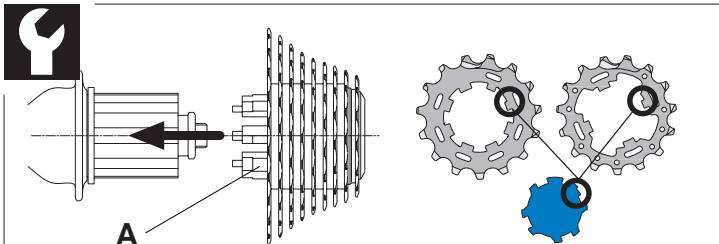
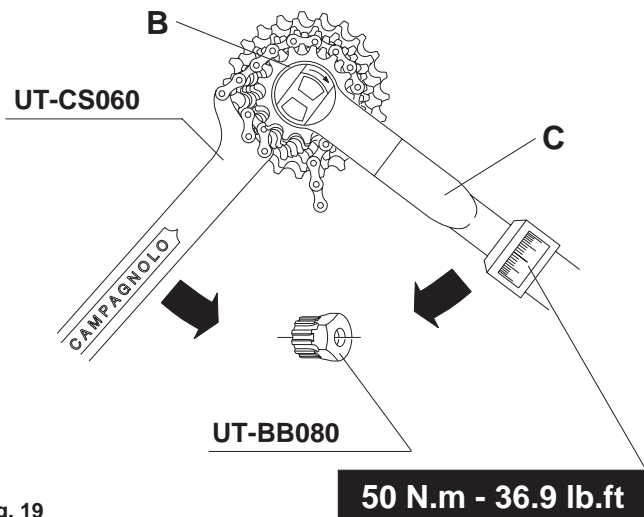

Fig. 18
Fig. 19
- I pignoni sono preassemblati e fasati sul supporto (A - Fig. 18).
- Inserite il supporto sul fianco del corpetto ruota libera, allineate i profili scanalati, spingete i pignoni sul corpetto RL ed estraete il supporto (A) dal mozzo.
- Serrate la ghiera (B) (fornita in dotazione con il mozzo) sul corpo ruota libera a 50 N.m. con l'utensile (cod. Campagnolo UT-BB080) utilizzando la chiave dinamometrica (C) e tenendo i pignoni bloccati con la frusta (UT-CS060) (Fig. 19).
- The sprockets are pre-assembled and timed on the support (A - Fig. 18).
- Insert the support on the side of the freewheel body, align the spline patterns, press the sprockets onto the freewheel and extract the support (A) from the hub.
- Tighten the lock ring (B) supplied with the hub to 50 Nm. with the tool (Campagnolo UT-BB080) using the torque wrench (C), while holding the sprockets with a chain whip (UT-CS060) (Fig. 19).
- Die Ritzel sind auf der Plastikhalterung (A - Abb. 18) zu einer Einheit zusammengefaßt und bereits in der richtigen Phasenstellung aufgesteckt.
- Die Halterung seitlich auf den Freilaufkörper setzen, die Aufsteckprofile ausrichten, die Ritzel auf den Freilaufkörper schieben und die Halterung (A) aus der Nabe ziehen.
- Den Schließring (B) (wird mit der Nabe mitgeliefert) mit dem Campagnolo Werkzeug (Art. N. UT-BB080) und dem Drehmomentschlüssel mit 50 N.m. anziehen und dabei die Ritzel mit dem Kettengegenhalter (UT-CS060) (Abb. 19) festhalten.
- Les pignons sont préassemblés et réglés sur le support (A - Fig. 18).
- Introduisez le support sur le côté du corps RL, alignez les profils rainurés, poussez les pignons sur la roue libre et retirez le support (A) du moyeu.
- Serrez la bague (B) fournie avec le moyeu sur le corps roue libre à 50 N.m. avec l'outil (code Campagnolo UT-BB080) en utilisant la clé dynamométrique (C) en tenant les pignons bloqués avec la clé à fouet (UT-CS060) (Fig. 19).
- Los piñones vienen preensamblados y fasados en el soporte (A - Fig. 18).
- Montar el soporte en el costado del cuerpo RL, alinear los perfiles ranurados, empujar los piñones en la rueda libre y extraer el soporte (A) del buje.
- Apretar la virola (B) (suministrada en dotación con el buje) en el cuerpo rueda libre a 50 N.m con la herramienta (cod. Campagnolo UT-BB080) utilizando una llave dinamométrica (C) y manteniendo bloqueado el piñón con la apósitá herramienta (UT-CS060) (Fig. 19).
- De cassette is voorgemonteerd op een geleider (A - Fig. 18).
- Plaats de geleider op de zijkant van de body zodanig dat de uitsparingen in 1 lijn staan. Druk de tandwielen op de body en haal de geleider (A) van de naaf.
- Draai de borgmoer B (meegeleverd met de naaf) op de cassettebody vast met een moment van 50 Nm met behulp van het Campagnolo hulpstuk UT-BB080. Hierbij gebruik maken van een steeksleutel, terwijl u de tandwielen vasthoudt met een kettingtang (UT-CS060) (Fig. 19).